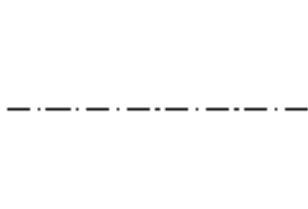

图 8-121 关闭图层后的绘图窗口
- 3) 隐藏图层。单击“图层”工具栏中的“图层特性管理器”按钮, 关闭“标题栏层”和“图框层”, 如图 8-121 所示。